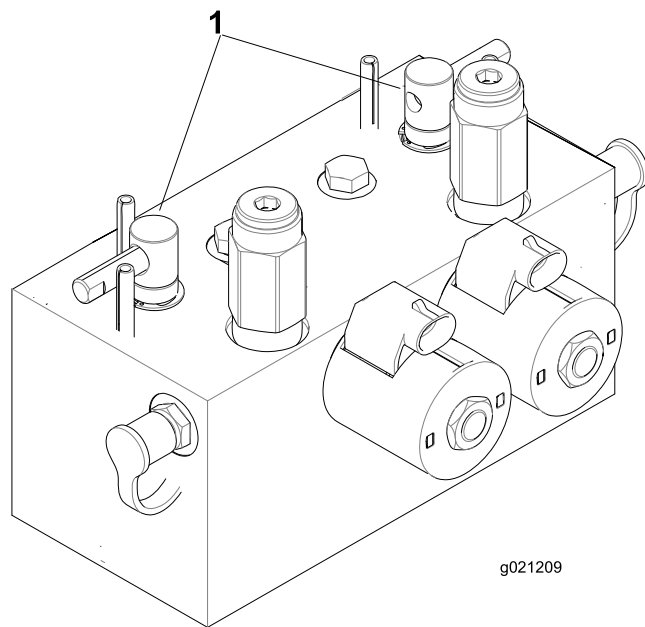

图75
2. 松开并提起座椅露出倒磨控制杆图75。
5. 选择前、后或同时两个倒磨控制杆确定哪个装置需要倒磨(图75)。